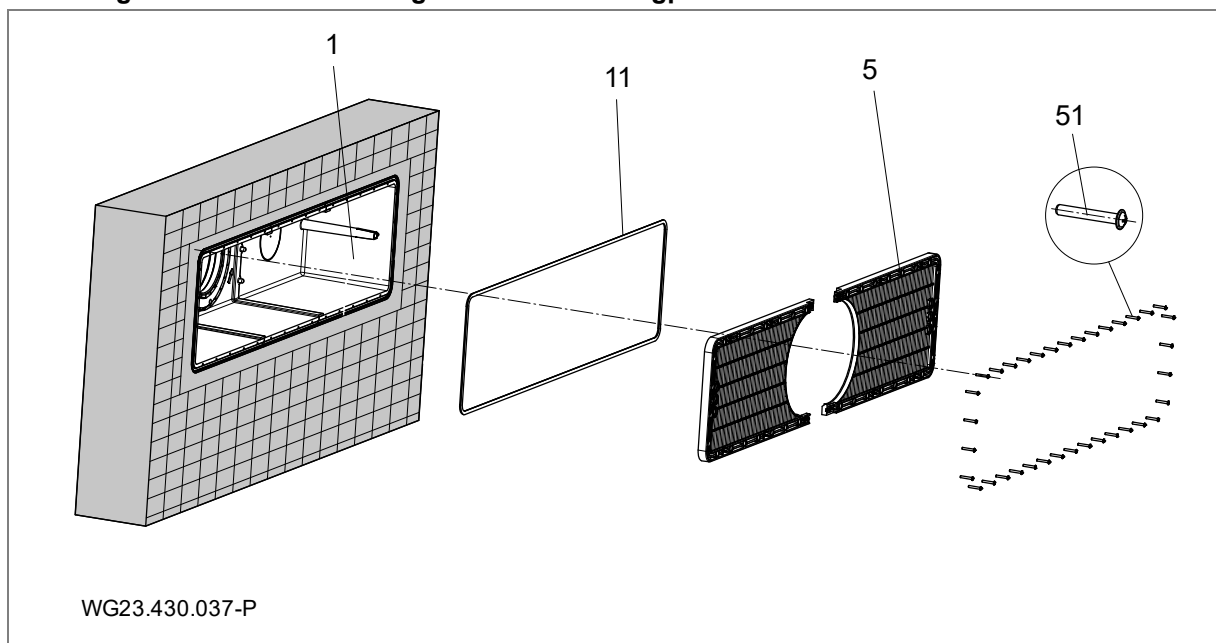

Bild 8
För tätning mot betongväggen rekommenderas en kringgående ring av epoxiharts/kvartssand på höljets utsida som är riktad mot poolen (1). Se "Bild 8" på sida 17